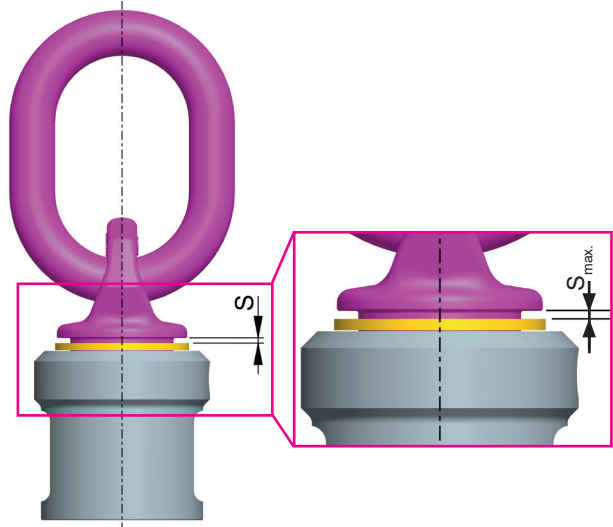

Fig. 7: Distanza S_{max} tra parte superiore e inferiore
- Il gioco massimo S tra la parte superiore e quella inferiore non deve essere oltrepassato (*Fig. 7*):